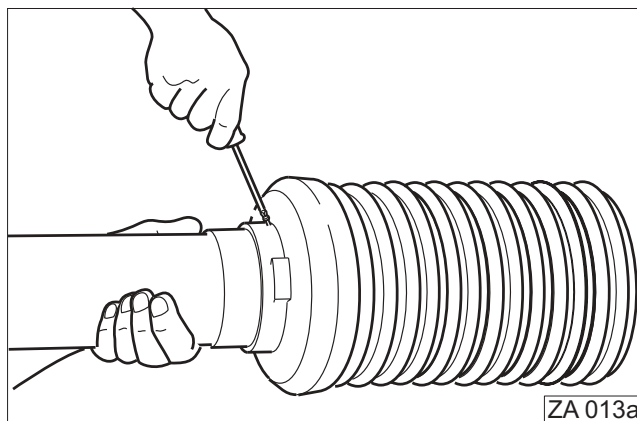

Fig. 11
- Borgschroef (Fig. 11/1) losdraaien